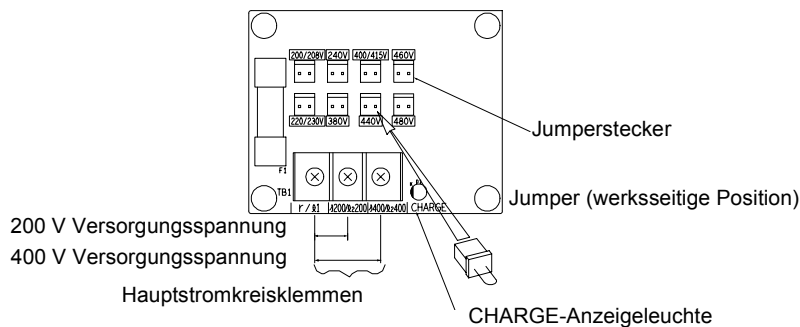

Abb. 4.2 Einstellung der Versorgungsspannung
4. Den Jumper in der der Versorgungsspannung des Frequenzumrichters entsprechenden Position einsetzen (siehe Abb. 4.2).